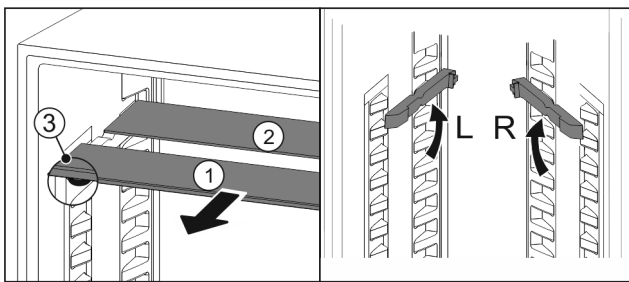

Fig. 113
- ▶ Glasplatten einzeln nach vorne herausziehen Fig. 113 (1).
- ▶ Glasplatte Fig. 113 (1) mit Zierleiste liegt vorne.
- ▶ Stopps Fig. 113 (3) zeigen nach unten.